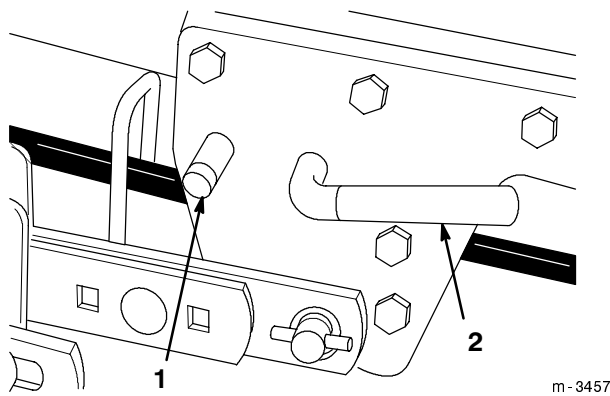

Figure 22
9. Presser le bouton de l'Attach-A-Matic™ central et tourner la manette dans le sens des aiguilles d'un montre pour libérer l'unité de coupe (Fig. 22).